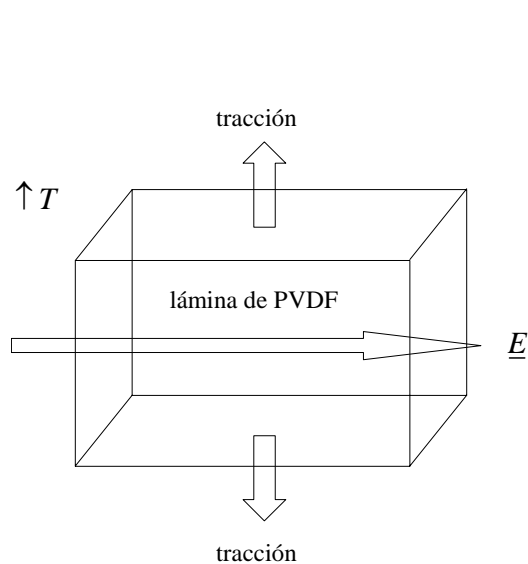
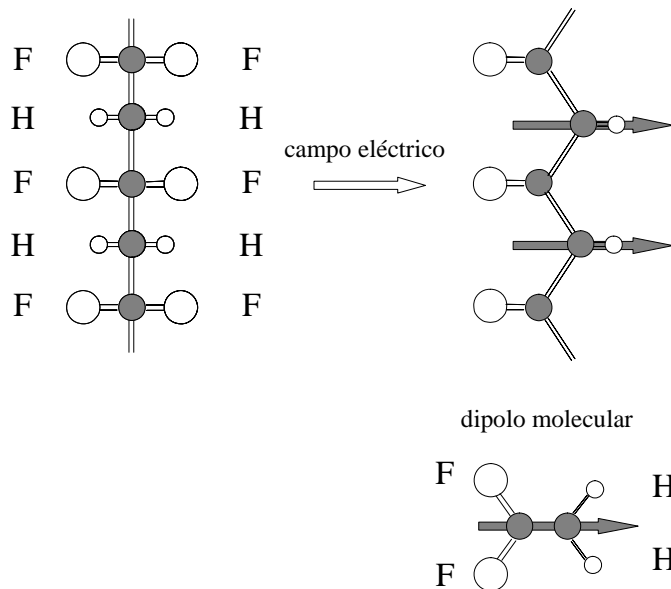

Figura 1
Figura 2
6. El PVDF $(-CF_2-CH_2-)_n$ es un polímero sintético que tiene morfología semicristalina y en el que cada cristal presenta una polarización espontánea. Se procesa en forma de láminas aplicando simultáneamente un campo eléctrico, alta temperatura y una fuerza de tracción tal y como se indica en la figura 1. De esta forma se consigue alinear las cadenas del polímero en la dirección del estiramiento y orientar el dipolo molecular en la dirección del campo eléctrico (figura 2).